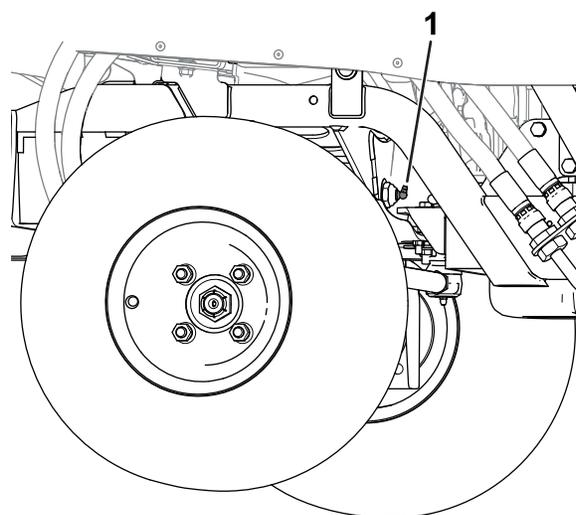

Figure 47
- **Axe de pivot d'essieu (Figure 47)**